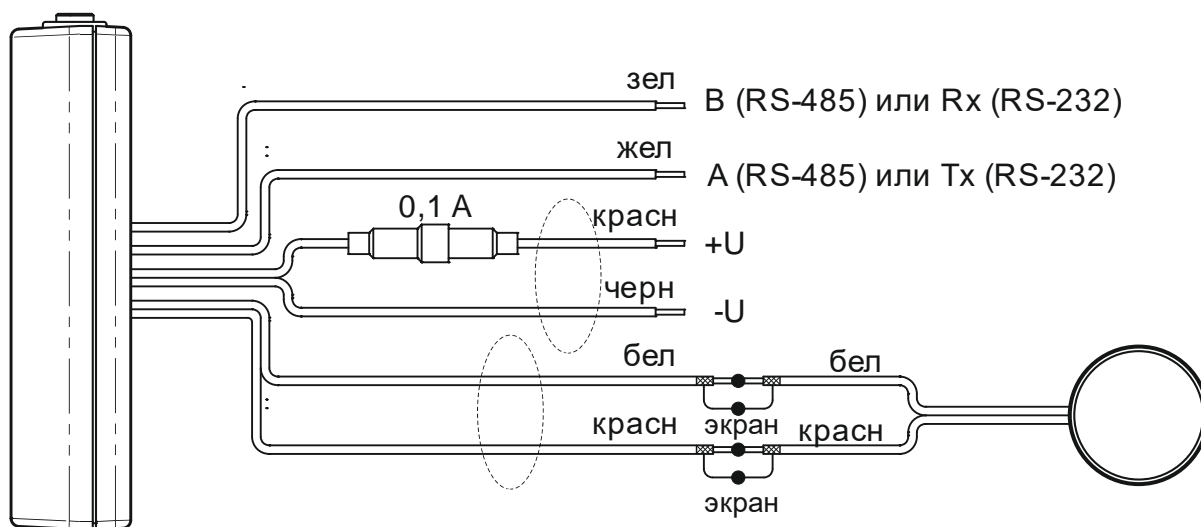

Рис. 8.1 – Схема электрического подключения датчика
8.1 Электрическое подключение датчика заключается в соединении проводов кабелей измерителя и преобразователя, подсоединении проводов питания к бортовой сети и, возможно, присоединение проводов интерфейса RS-232 или RS-485 к устройству снятия или передачи данных (в соответствии с цветовой маркировкой, приведенной на рис. 8.1):
10.6 Произвести электрическое подключение датчика согласно рис. 8.1